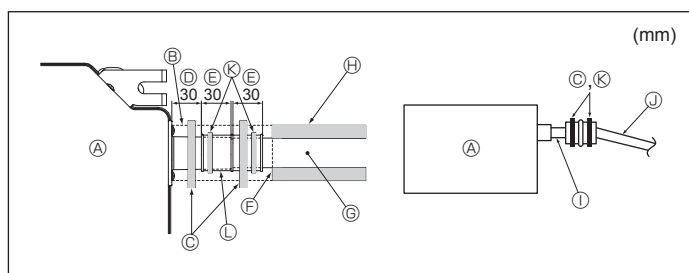

Fig. 6-2
1. Ligue o bocal de drenagem (fornecido com a unidade) à porta de drenagem. (Fig. 6-2) (Fixe o tubo com adesivo em PVC e, em seguida, segure-o com uma banda.)